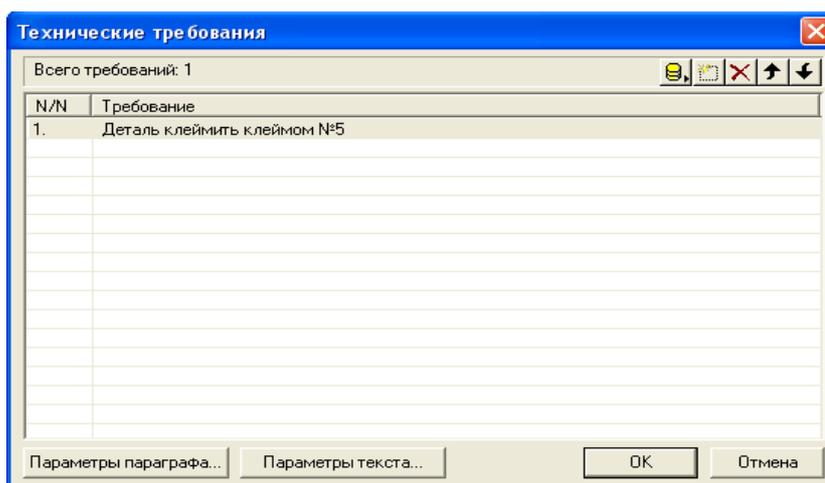

Рис. 2.38 Меню диалога «Технические требования»
3. В появившемся меню диалога «Технические требования» (рис. 2.38) сформируйте